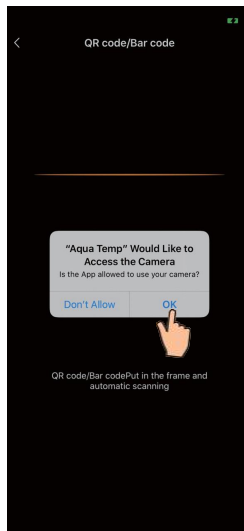

Fig.17 Skannings gränssnitt
5. Klicka på "OK" för att tillåta denna APP att använda kameran för att skanna streckoden på värmepumpsenheten (Fig.17); klicka på "OK", enhetsbindningen är klar (Fig.18).